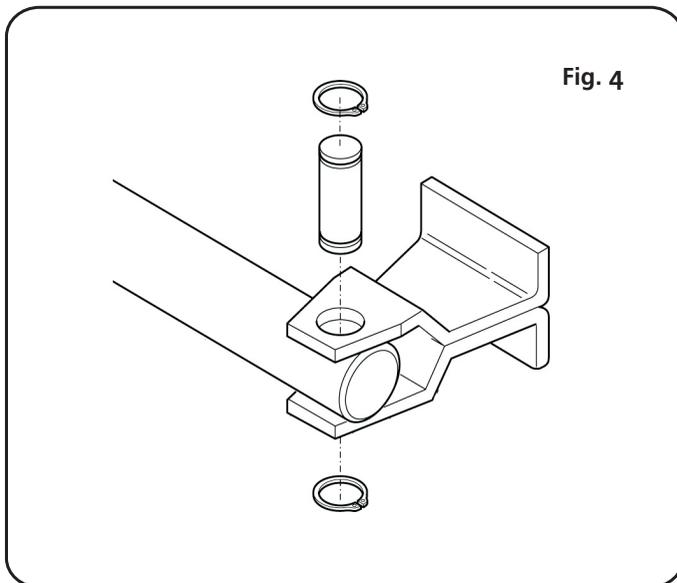

Fig. 4
E) Montare l'attacco anteriore sullo stelo (fig. 4);